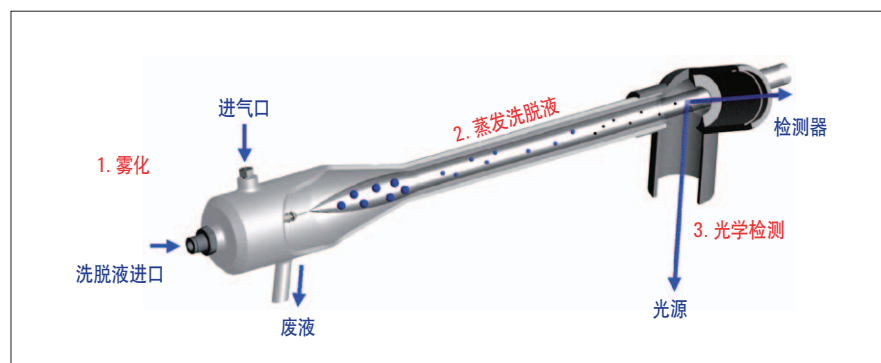

图 1
剂挥发掉，留下溶质颗粒形成的薄雾，它可将光散射至光敏器件 (3)。信号被放大后，一定的电压输出可以使我们了解通过光检测池的溶质颗粒的浓度 (图 1)。